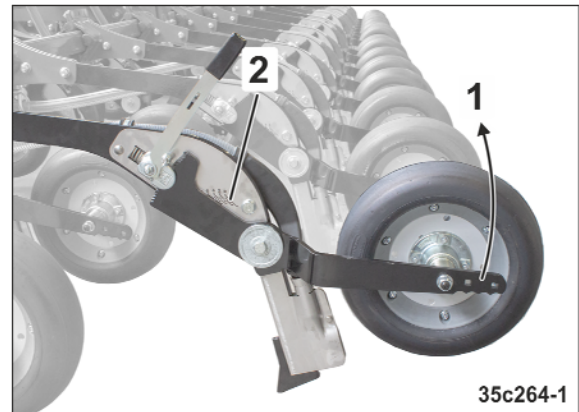

Bild 177
4. Använd handtaget (Bild 177/1) för att ställa mottrycksrullarna i önskad position
6. Läs av den inställda täckningshöjden på skalan (Bild 177/2)